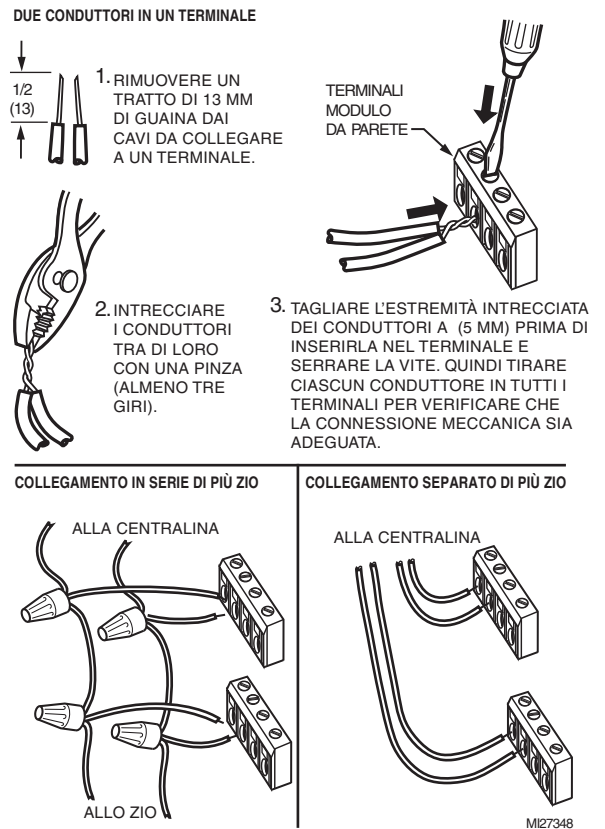

Fig. 5. Opzioni per il cablaggio di più TR40/42.
1. Nel caso di un cavo singolo, rimuovere la guaina isolante per un tratto di 5 mm; nel caso di più cavi da collegare a uno stesso terminale, rimuovere la guaina isolante per un tratto di 13 mm dai conduttori. Vedere la Fig. 5 per il cablaggio di più TR40/42.